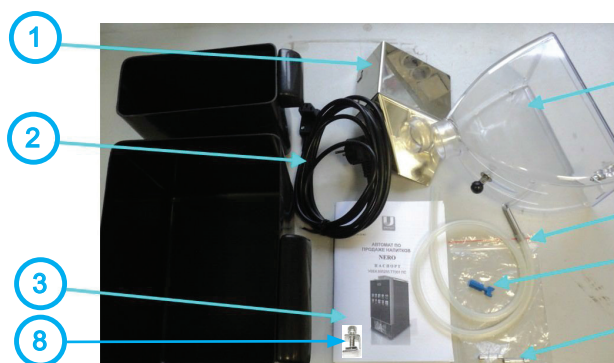

Рисунок 4.2
2. извлеките из контейнеров для отходов, расположенных внизу автомата его комплектующие, входящие в комплект поставки (см.рис.4.2).